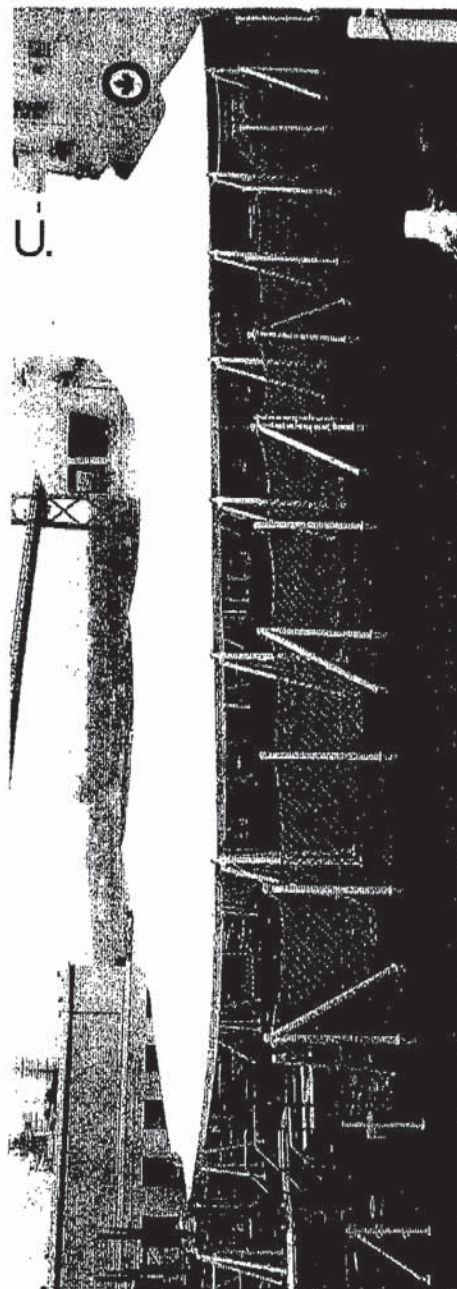

Figure 1.
- 1.1.2 Figure 1 du présent document.
- 3.4.1 L'entrepreneur doit fabriquer un nouvel auvent de pont d'envol (voir figure 1), (composants, c.-à-d. tissus/corde seulement) complet, avec dessus/toit, face de hangar/section de porte verticale, rabats de protection contre les intempéries et côtés/parois d'extrémité amovibles pour s'adapter à une frégate de la classe Halifax. Le dessin du paragraphe 1.01.1 est fourni à des fins de référence seulement et l'on recommande que l'équipage du navire installe un auvent complet pour l'utiliser comme modèle.